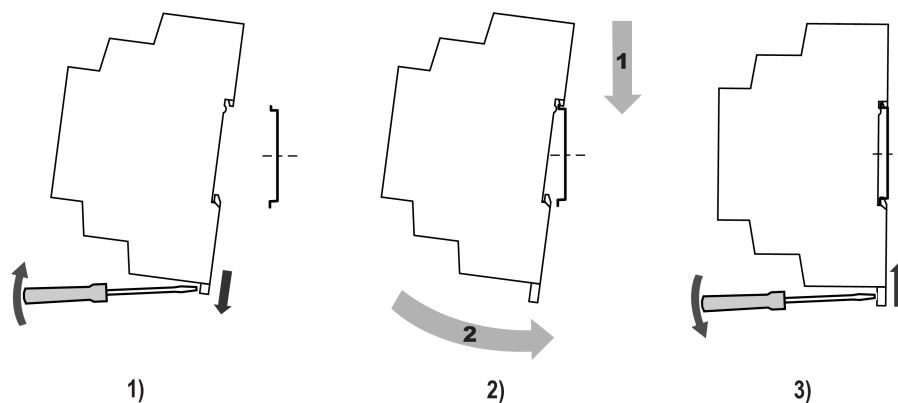

Рисунок 4.1 – Установка прибора
2. Установить прибор на DIN-рейку в соответствии с направлением стрелки 1 (рисунок 4.1, 2);
3. Вставив отвертку в проушину, оттянуть защелку (рисунок 4.1, 1).
4. Прижать прибор к DIN-рейке в направлении, показанном стрелкой 2. Зафиксировать защелку (см. рисунок 4.1, 3).